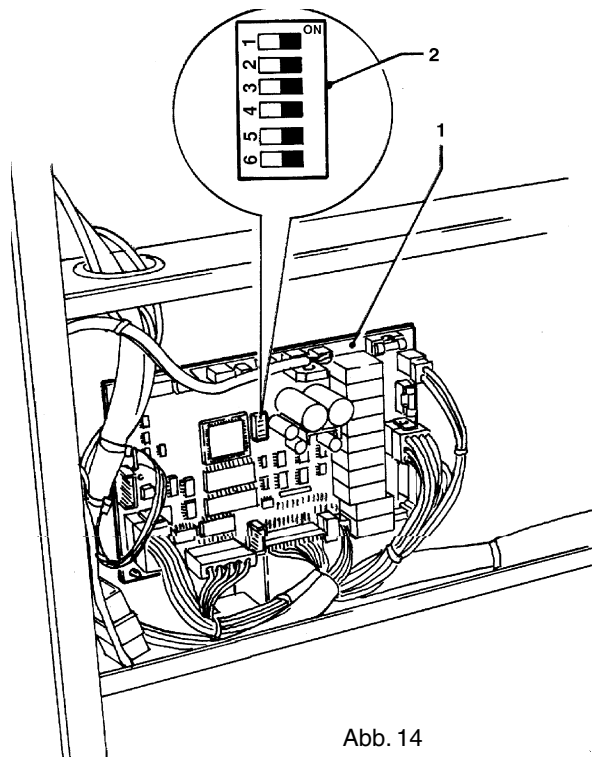

Abb. 14
- Dip-Schalter 6 der Kontrollplatine (s. Abb. 14) auf Stellung ON setzen.